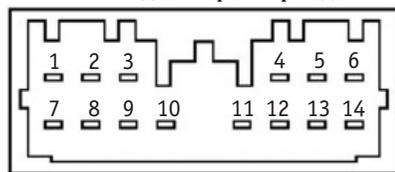
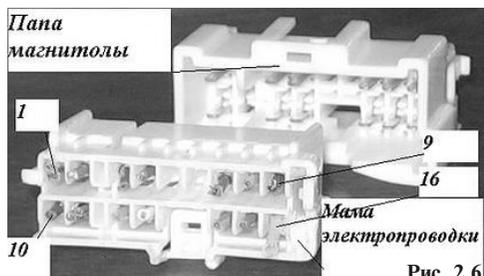
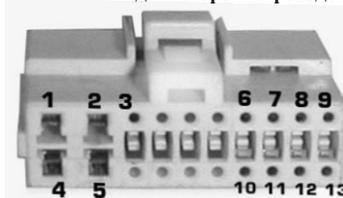

Рис. 2.5
Рис. 2.6
Рис. 2.7
**Синий провод** (провод контроля наличия напряжения зажигания) подключается к любому проводу, где напряжение появляется после включения зажигания, например центральный провод прикуривателя или провод включения магнитолы. Провод зажигания (красный) подходит к контакту 10. Рис. 2.5, рис. 2.6. Провод зажигания (черный с желтой полосой) подходит к контакту 1, рис.2.7.